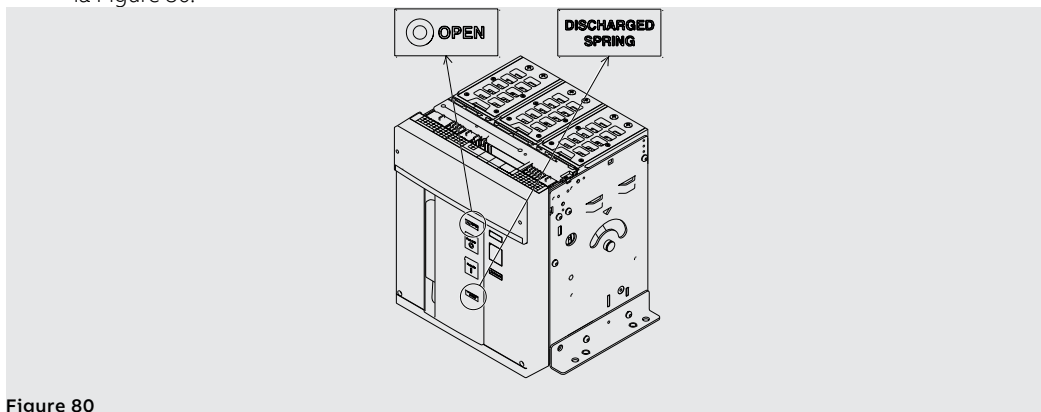

Figure 80
- Contrôler que le disjoncteur soit ouvert (indicateur ouvert/fermé "O - OPEN"), et contrôler que les ressorts sont débandés (indicateur ressorts "blanc - DISCHARGED SPRING") comme indiqué dans la Figure 80.